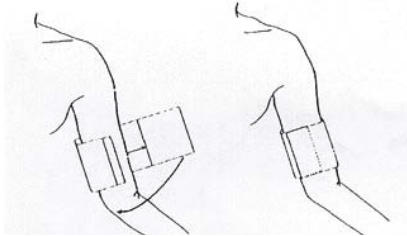

Figura 4.2
- 2.** Applicare il bracciale di misurazione sulla parte superiore del braccio del paziente seguendo le istruzioni sotto riportate (Figura 4.2).